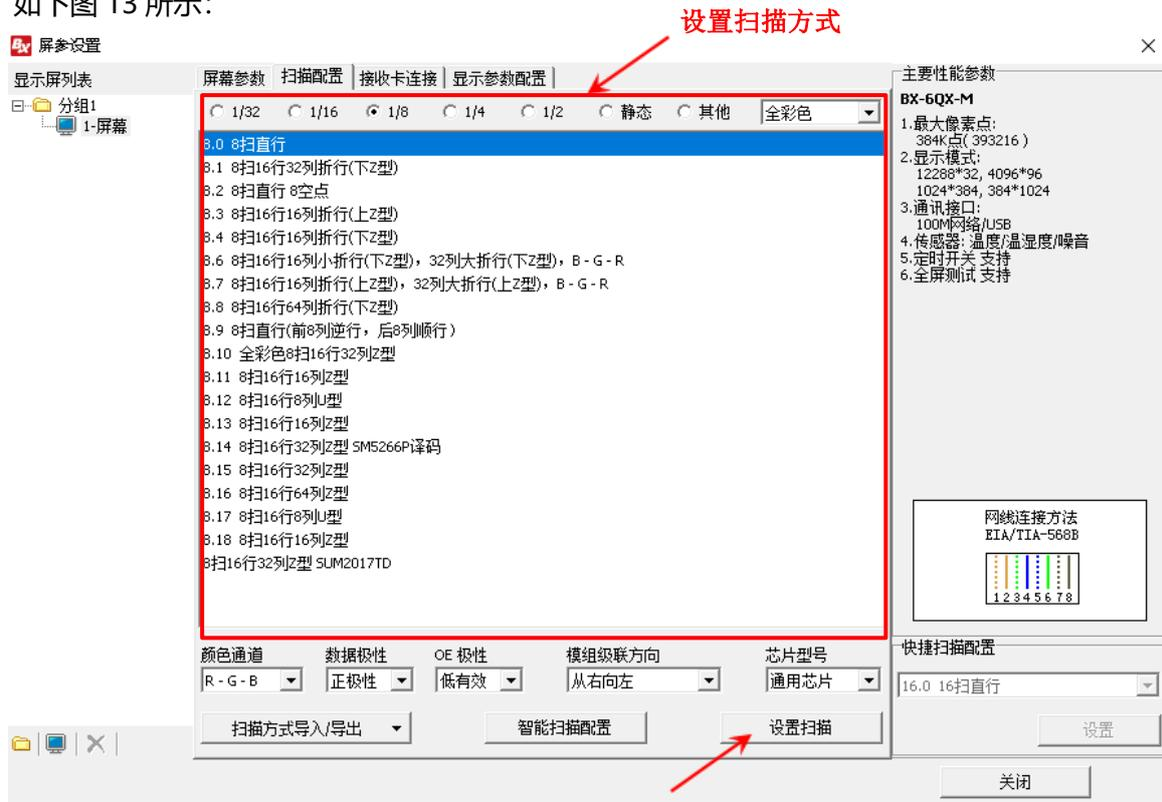

图 13
2. 根据模组的扫描方式，选择对应的扫描方式，然后点击“设置扫描”按钮，屏幕就会正常显示，如下图 13 所示：